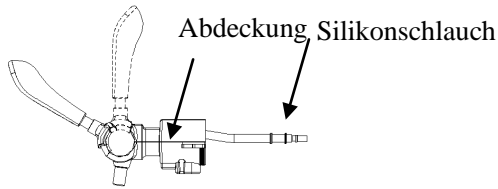

Abbildung 33
B. DEN BIERSCHLAUCH WECHSELN (siehe Abbildung 33)